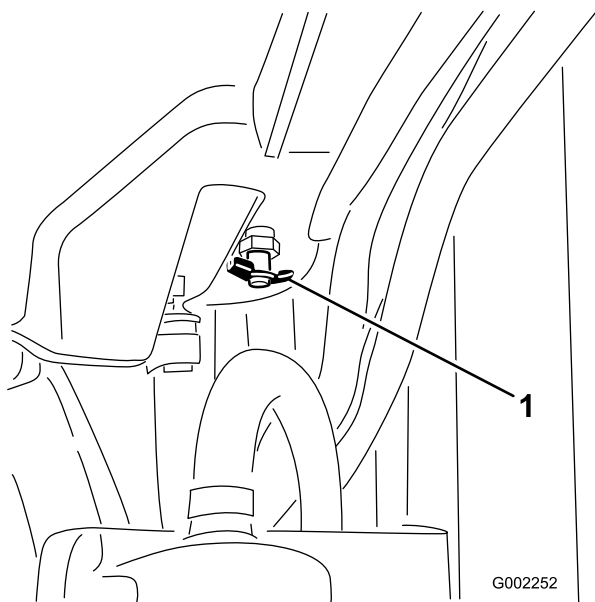

Figura 72
- Abra el tapón de vaciado (Figura 72) y deje que el refrigerante se drene al recipiente.
- Cierre el tapón de vaciado (Figura 72).